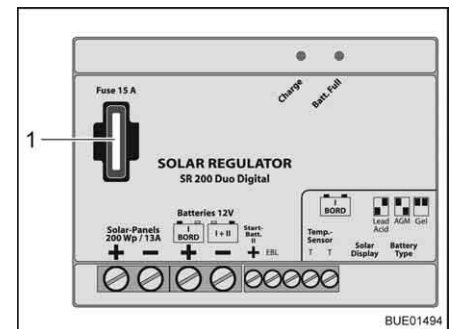

Fig. 147 Fusible del regulador de carga solar 200 W
- Cambiar el fusible plano 15 A/azul (Fig. 147,1).